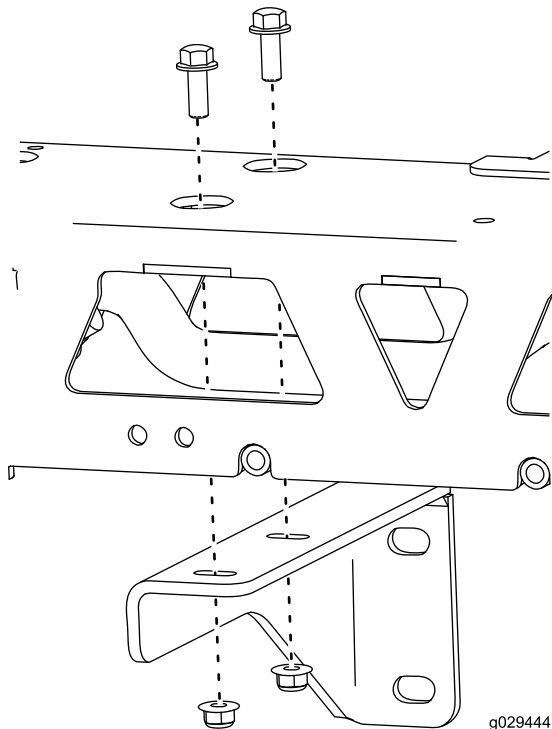

**图8**
5. 标记将安装架安装到机器上的孔（图8）。
6. 拆下安装架上的 2 个螺母和 2 个螺栓，并拆下机器上的喷洒臂组件（图8）。